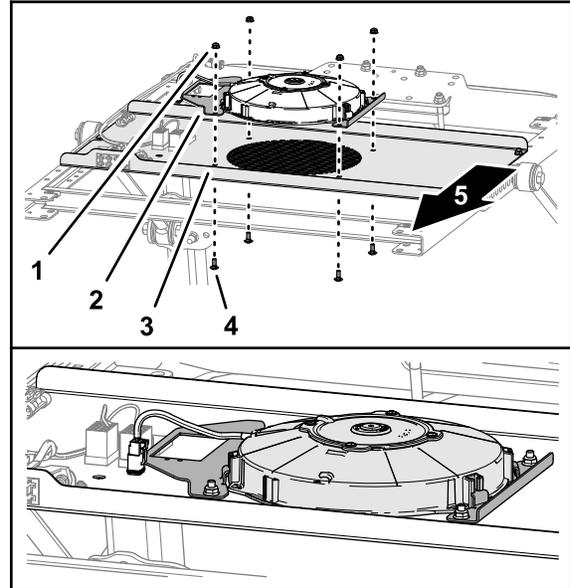

Bild 4
4. Fluchten Sie die Löcher in den Ventilator-Befestigungshalterungen mit dem Loch in der Schalterplatte aus, wie in Bild 4 abgebildet.
5. Montieren Sie den Kühlventilator und die Halterungen mit vier Schlossschrauben (1/4" x 5/8") und vier Sicherungsbandmuttern (1/4") an der Schalterplatte (Bild 4).